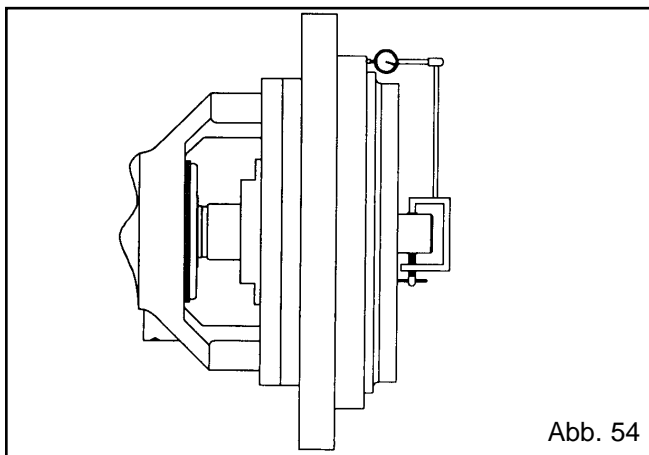

Abb. 54
8. Den Rundlauf der Dichtungskammerdeckeloberfläche (184) wie folgt überprüfen:
- a. Die Meßuhr, wie auf Abb. 54 gezeigt, an der Welle (122) anbringen.
- b. Die Welle (122) so drehen, daß sich der Anzeiger um 360 Grad entlang der Dichtungskammerdeckeloberfläche (184) mitdreht. Wenn die Gesamtablesung mehr als 0,10 mm beträgt, die Ursache suchen und beheben.